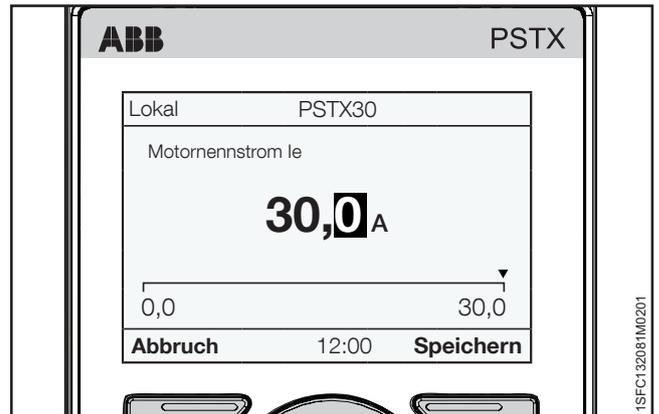

Abbildung 6.8
1. Die Startansicht ist die oberste Ebene. Drücken Sie auf  „Menü“, um das Menü zu öffnen. Die Anzeige entspricht jetzt **Abbildung 6.8**.
6. Wählen Sie die Zahl mithilfe von  und  aus. Die aktuell ausgewählte Zahl ist schwarz markiert. Drücken Sie dann auf  oder , um den Wert der ausgewählten Zahl zu ändern. Speichern Sie die neue Einstellung, indem Sie  „Speichern“ wählen. Siehe **Abbildung 6.8**. Wenn Sie den Vorgang beenden möchten, wählen Sie  „Abbrechen“.